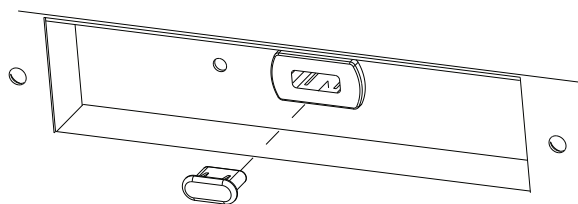

Fig. 2
2. Retirez la fiche en silicone de la prise USB-C (voir **Fig. 2**).